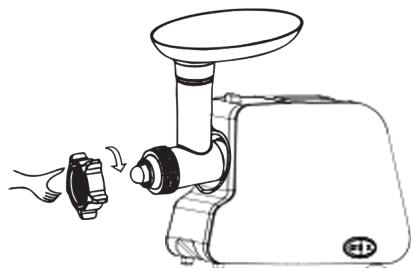

рис.8
7.3.2 Зафиксируовать конструкцию с помощью фиксирующего кольца, как указано на рис. 8. Не затягивайте кольцо слишком туго.